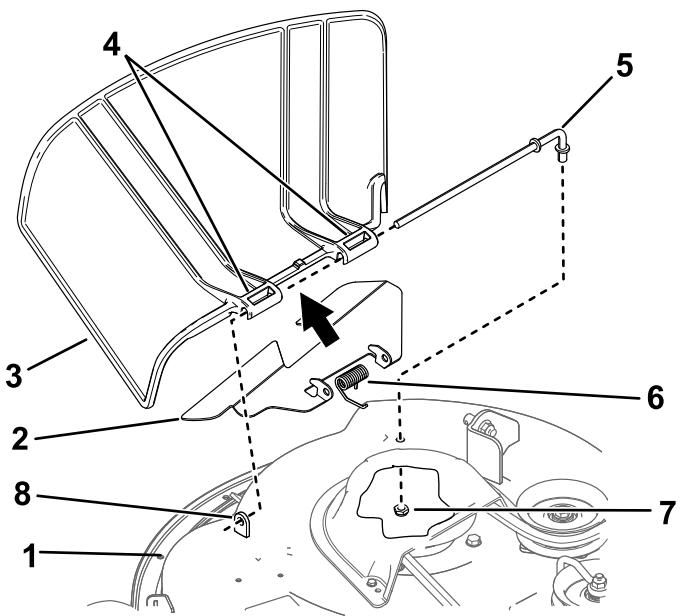

Figure 71
1. Retirez l'écrou ($\frac{3}{8}$ ") de la tige, sous le plateau de coupe (Figure 71).
2. Sortez la tige de la courte cheville de positionnement, du ressort, du petit déflecteur et du déflecteur d'herbe (Figure 71).
4. Posez les nouveaux déflecteur d'herbe et petit déflecteur (Figure 71).
7. Insérez la tige dans le petit déflecteur et dans le second support du déflecteur d'herbe (Figure 71).
9. Fixez l'extrémité arrière de la tige dans le plateau de coupe à l'aide d'un écrou ($\frac{3}{8}"), comme montré à la Figure 71.$